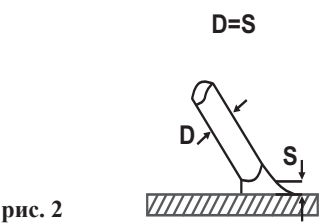
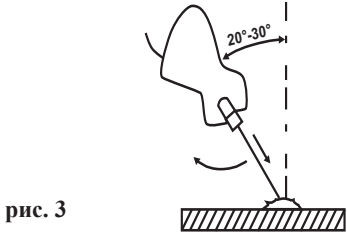

рис. 2
рис. 3
7.6 Как только произойдет зажигание дуги, электрод нужно держать на таком расстоянии *S* (см. рис. 2) от обрабатываемого материала, которое соответствует диаметру электрода *D* (см. рис. 2). Для получения равномерного шва далее необходимо соблюдать эту дистанцию по возможности постоянной. Также необходимо помнить, что наклон оси электрода должен быть примерно 20-30 градусов. (см. рис. 3).